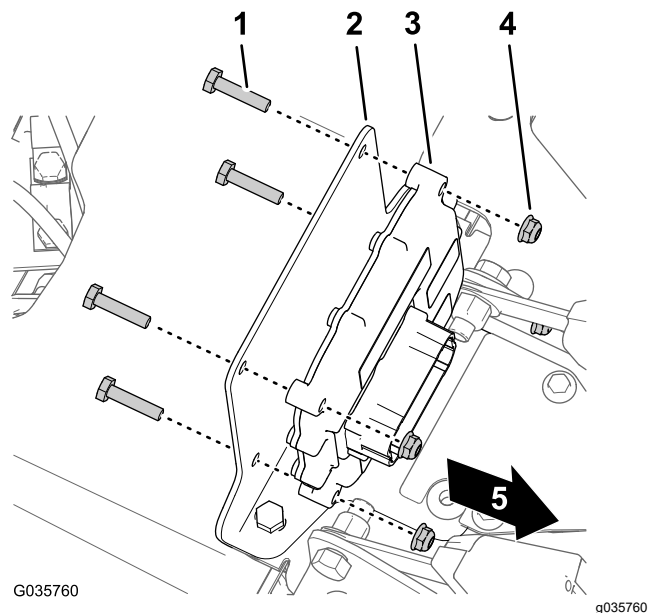

Figure 32
ceintures du conducteur et du passager, et retirez-la de la base de la console (Figure 32).
- Fixez le contrôleur électronique au support de montage (Figure 32) avec les 4 boulons (1/4" x 1 3/8") et les 4 contre-écrous (1/4").